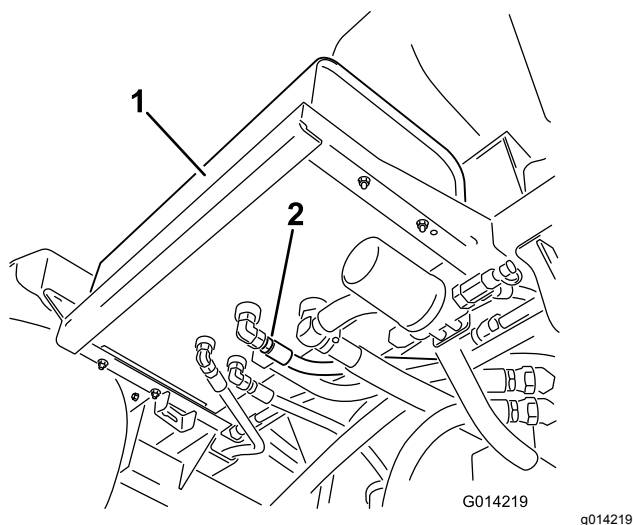

Figura 93
2. Pulite l'area attorno a un raccordo del flessibile idraulico sulla parte inferiore del serbatoio del fluido idraulico (Figura 93).
4. Rimuovete il raccordo del flessibile dal serbatoio, lasciando spurgare il fluido nella bacinella (Figura 93).